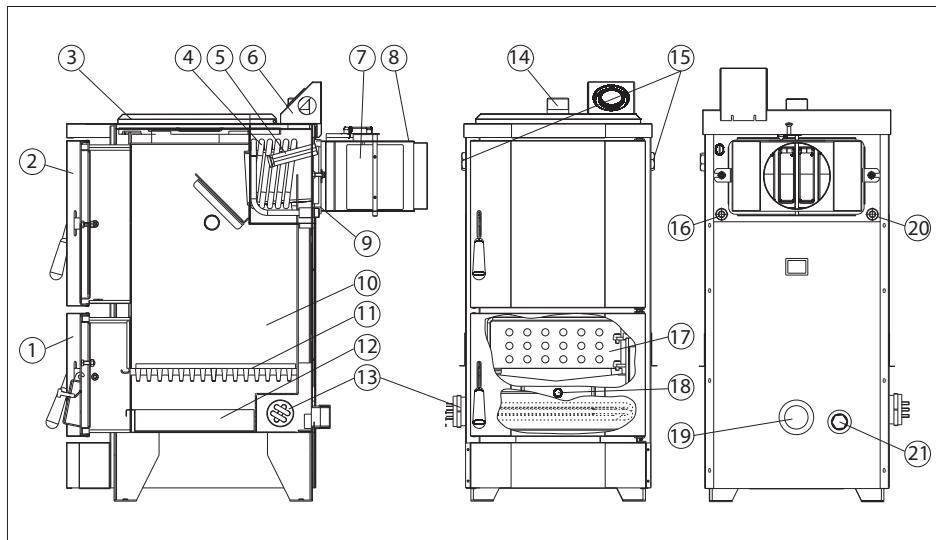

Рис. 1. Будова апарату
Перед пуском апарату в роботу необхідно обов'язково перевірити тягу в димоході. Для цього потрібно піднести аркуш тонкого паперу до відкритої заслінки (рис.1поз.8), аркуш повинен засмоктуватись в середину апарату.
- (1) Оліва машинна
- (2) Стаканчик (поз.5 рис.1)
- (3) Термобалон термоіндикатора
Для установки ТЕНа необхідно злити воду з апарату (системи опалення), відкрутити заглушку (поз.13 рис.1) і встановити на її місце ТЕН з характеристиками, що відповідають таблиці 3. Залити воду в апарат (систему опалення). Перед запуском апарату перевірити герметичність установки ТЕНа.